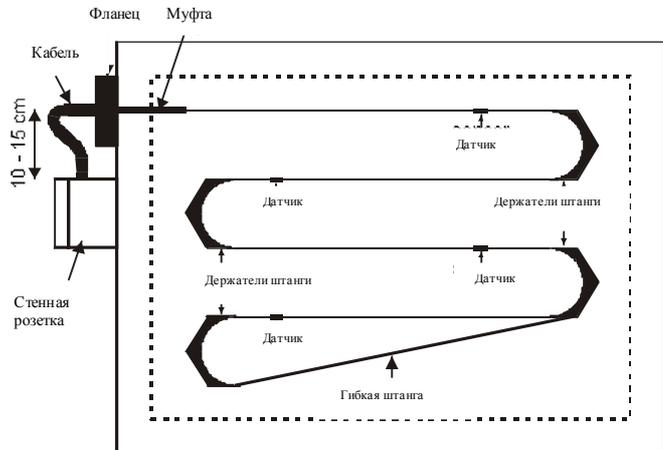

Рис. 2. Монтаж температурного датчика C7085A
3. Приложите и закрепите стенную розетку с помощью самонарезающих винтиков (включенных в поставку) на расстоянии примерно 10 -15 см от фланца (см. рис. 2).